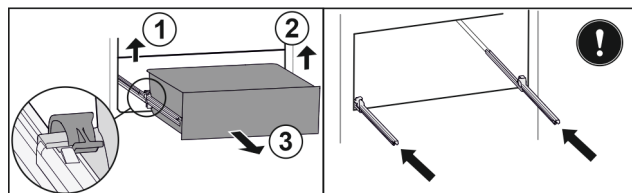

Fig. 117
- Løft venstre klemme og trekk samtidig skuffen fremover til venstre. Fig. 117 (1)
- Løft høyre klemme og trekk samtidig skuffen fremover til høyre. Fig. 117 (2)
- Ta ut skuffen framover. Fig. 117 (3)